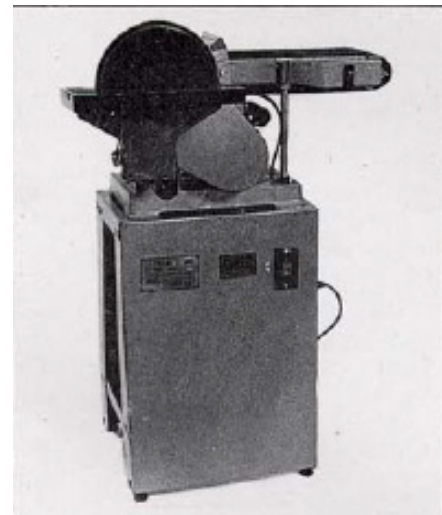

Fig. 5
Montering af stativ og krop. Placer kroppen på stativet, og husk at placere de fire huller i låget korrekt og i position for tilslutning i de fire gevindhuller på kroppen. Tag bolte og spændeskiver (G) ud af emballagen for at stramme stativ og krop som vist i fig. 5